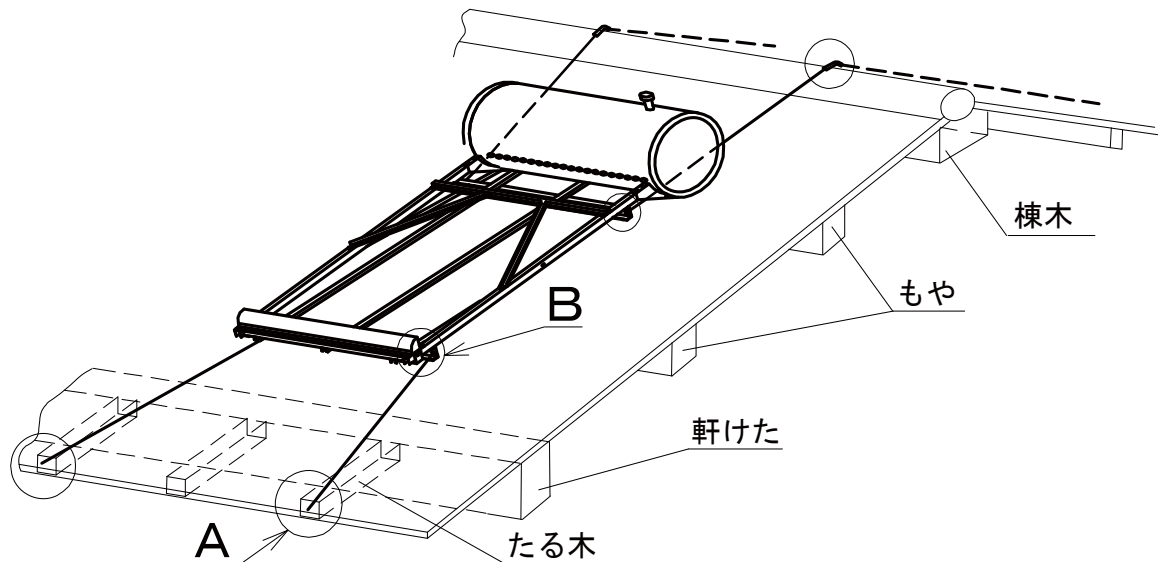

図 12
- 予め組立てた架台を前頁の設置場所の条件を考慮し、固定線の張出しと温水器が固定可能な場所へ据付けます。(図12参照)